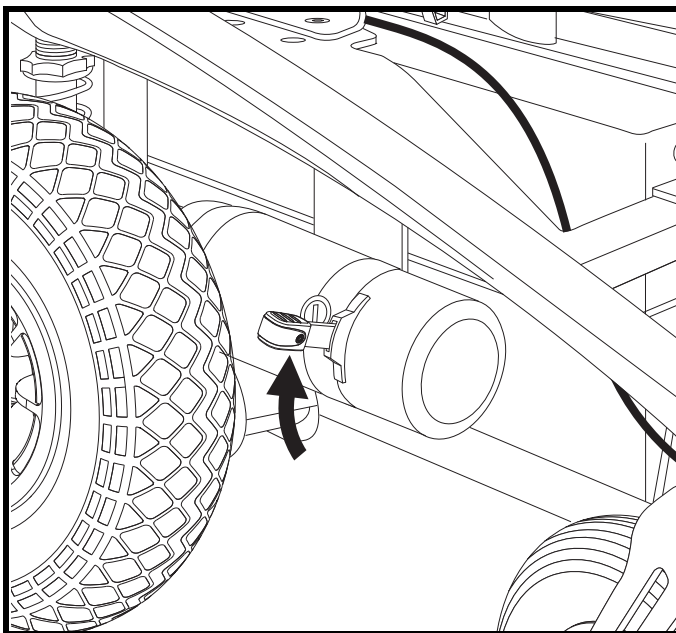

Figura 8. Modalità normale (trazione inserita)
2. Tirare su le due leve di sblocco ruote per guidare (motore guida attivato). Vedere figura 8.